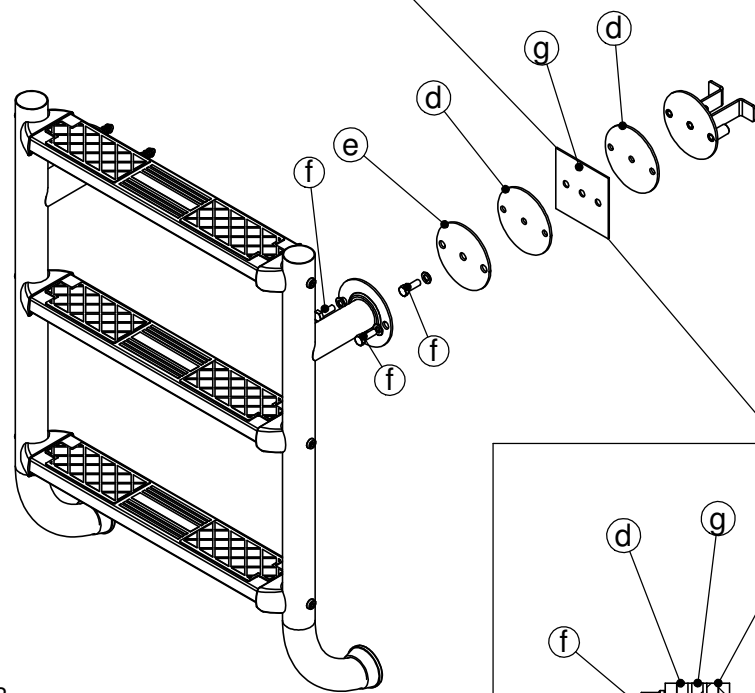

Fig.03
- 1.- Eine Aussparung von 200x200x150mm in der Schwimmbadwand herstellen in der in Fig.03 angegebenen Tiefe zur Aufnahme der Verankerung.
- 1.- Praticare un pozzetto da 200x200x150mm nella parete della piscina alla profondità indicata nella Fig.03 per alloggiare l'ancoraggio.
- 1.- Abrir um buraco de 200x200x150 mm na parede da piscina à profundidade indicada na Fig.03 para instalar a fixação.